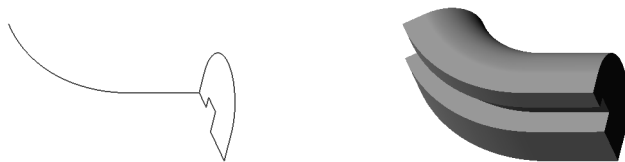

Рис. 90.5. Эскизы и элемент, образованный кинематической операцией
- ▼ **Кинематическая операция** — перемещение эскиза вдоль указанной направляющей (рис. 90.5).